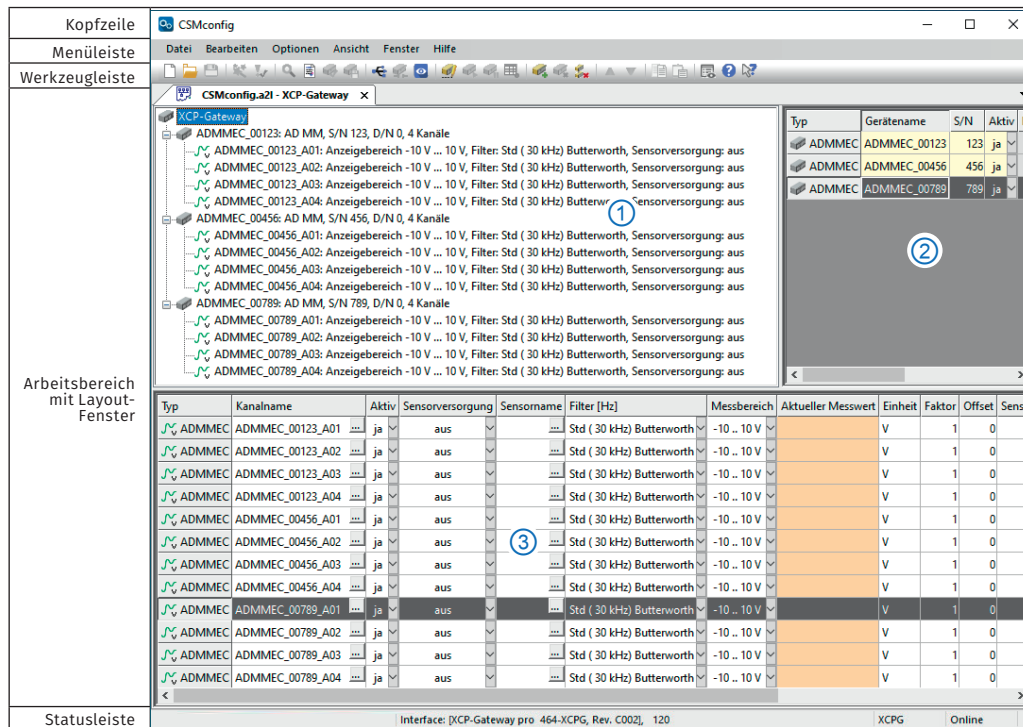

Abb. 5-1: CSMconfig Benutzeroberfläche
- ▶ **Baumansicht** (Abb. 5-1, ①)
- ▶ **Geräteliste** (Abb. 5-1, ②)
- ▶ **Kanalliste** (Abb. 5-1, ③)